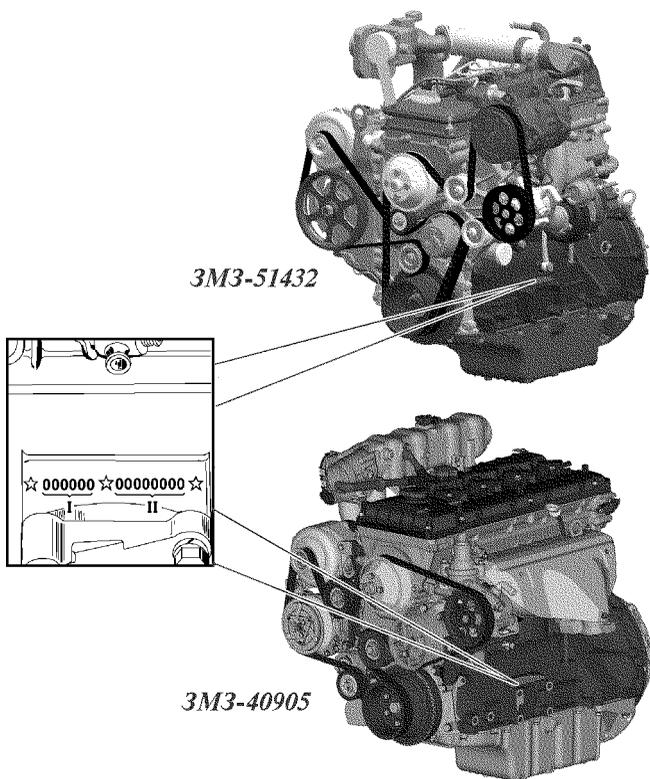

Рис. 1.4. Расположение идентификационного номера двигателей 3M3-40905 и 3M3-51432:
**Идентификационный номер двигателей ЗМЗ-40905 и ЗМЗ-51432** выбит на площадке, расположенной с левой стороны блока цилиндров, над бобышками крепления передней опоры двигателя (рис. 1.4).